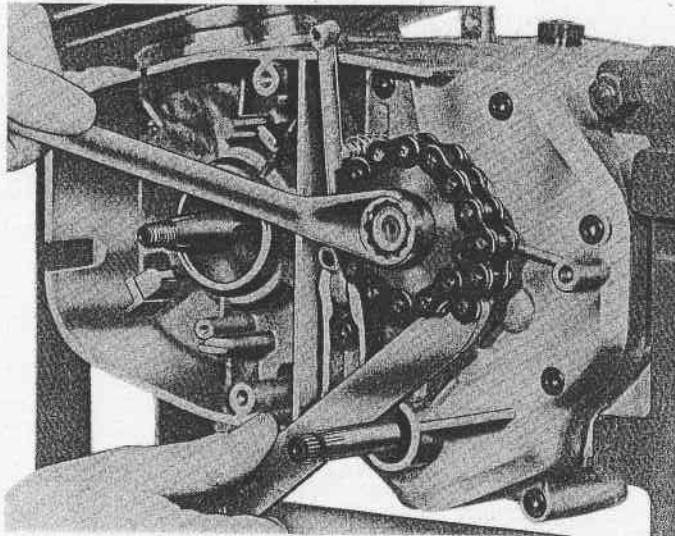

Fig. 9 - Démontage de l'écrou du pignon
- Avec la clé de blocage du pignon de sortie, n° 000531800 dévisser l'écrou avec une clé de 17 m/m (Fig. 9).